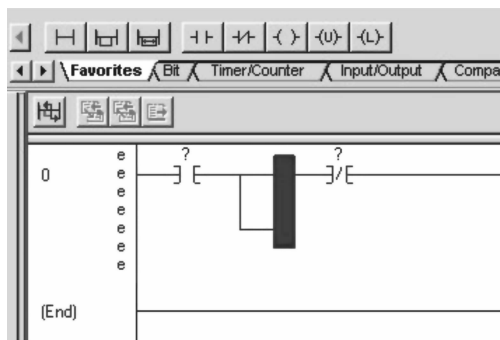

图 1-16 插入的分支标示
14. 在指令工具栏中单击分支指令梯级上将插入一个分支，如图 1-16 所示。